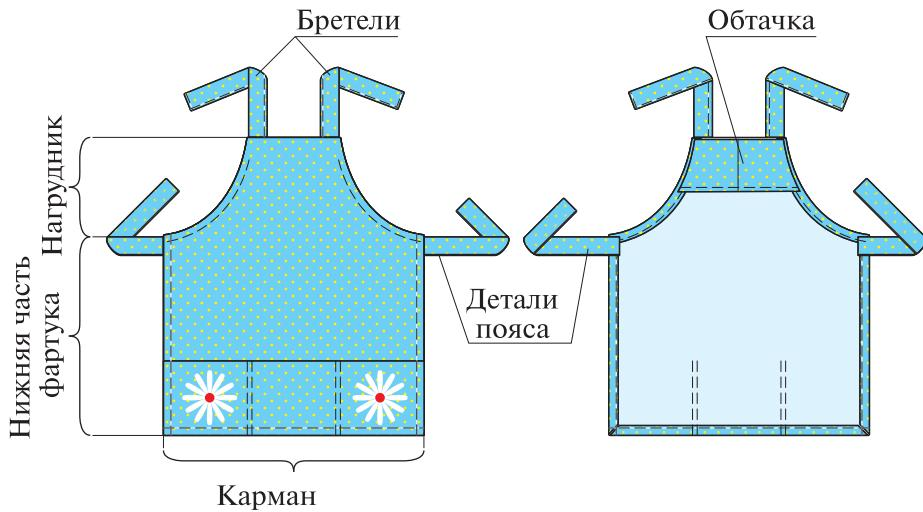

Рис. 6.28. Фартук цельнокроенный
2. Зарисуйте в тетради (альбоме) эскиз модели фартука (рис. 6.28). Выполните описание своей модели (см. пример).
Пример описания модели фартука. Фартук цельнокроенный из хлопчатобумажной ткани (рис. 6.28), состоящий из основной детали, обтачки, кармана, бретелей и пояса. Художественное оформление фартука тесьмой, вышивкой или аппликацией.